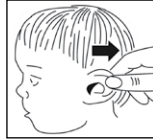

Bild 6
- Bei Kindern unter 1 Jahr: Ziehen Sie das Ohr gerade nach hinten (Bild 6).
Wenn keine Messwerte gespeichert sind, wird folgendes Display angezeigt (Bild 6):
- Im Display wird zuerst CL (Clear) angezeigt, danach die Speicherzahl 0 (Bild 6).